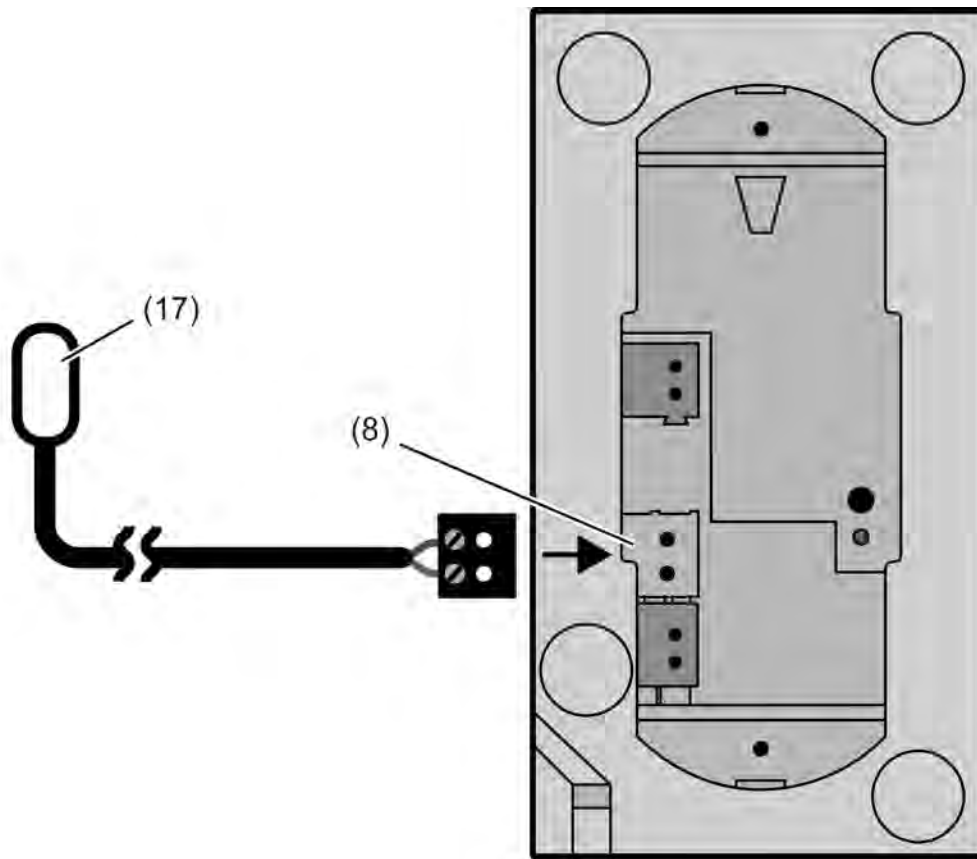

Bild 5: Anschluss des optional erhältlichen Fußbodentemperatur-/Fernfühlers
- (11) Glas-Oberfläche
- (12) Adapterring
- (13) Haltezapfen
- (14) Gewindestift
- (15) Klemmfeder in Einbaudose
- (16) Einbaudose für Glas-Sensor (Zubehör)
- Zusätzliche Versorgungsspannung an Steckklemme (7) anschließen.
- KNX/EIB Busleitung an Steckklemme (9) anschließen.
- Bei Bedarf den bedrahteten Fußbodentemperatur-/Fernfühler (17) an Steckklemme (8) anschließen (Bild 5). Der Fußbodentemperatur-/Fernfühler ist ein optional erhältliches Zubehörteil.
- Klemmfederaufnahmen (19) aus der Einbaudose heraushebeln, um die Schraublöcher der Einbaudose freizulegen.
- Adapterring (12) ausrichten und mit der Einbaudose oder der Wand verschrauben. Markierung **TOP**= OBEN beachten. Beiliegendes Schraubenset verwenden.
- Sicherungsschraube (18) unten am Adapterring anziehen. Kreuzschraubendreher Typ Pozi-Drive, Größe 0 verwenden.